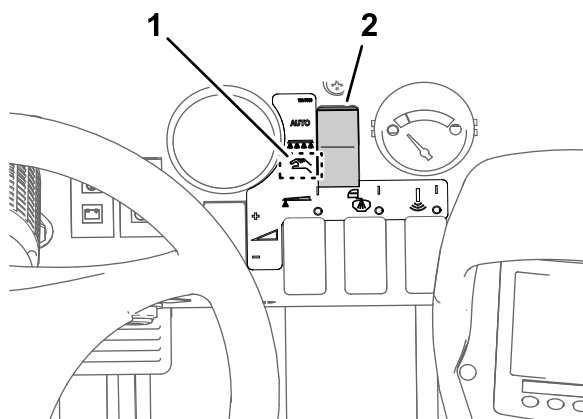

Figura 45
4. Coloque o interruptor do modo do pulverizador na posição manual (Figura 45).
5. Rode o botão para a válvula de corte da distribuição da seção para a posição Fechada (Figura 45).
7. Prima o botão 2 para ir para o passo seguinte (Figura 45).